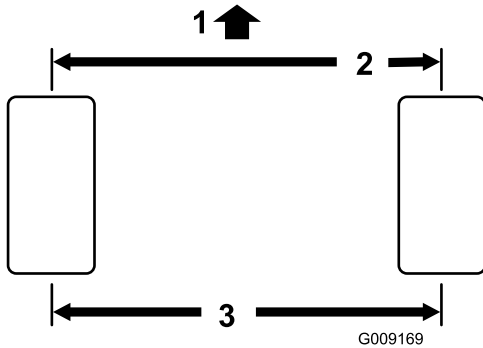

Bild 49
5. Messen Sie den Abstand zwischen den Vorderreifen auf Achshöhe sowohl an der Vorder- als auch an der Rückseite der Reifen (Bild 49).